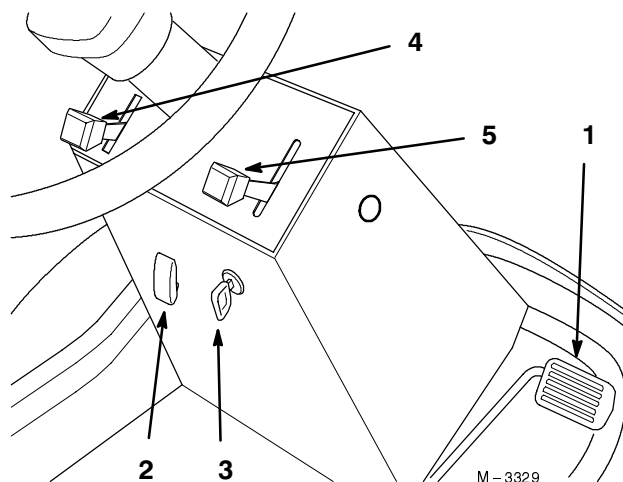

Bild 10
1. Reduzieren Sie, um die Bewegung zum Stillstand zu bringen, den Druck auf das Fahrpedal (Bild 10).
2. Heben Sie zum Einkuppeln der Zapfwelle die Abdeckung hoch und stellen den ZWA-Schalter auf "EIN" (Bild 10).
1. Das Schließen der Hubabdeckung stellt den ZWA-Schalter auf "AUS" (Bild 10).
1. Stellen Sie zum Vorwärtsfahren Ihren Fuß auf das Fahrpedal (Bild 10).
3. Drücken Sie den oberen Teil des Pedals langsam ganz nach unten, um vorwärts zu fahren (Bild 10).
1. Stellen Sie zum Rückwärtsfahren Ihren Fuß auf das Fahrpedal (Bild 10).
3. Drücken Sie den unteren Teil des Pedals langsam ganz nach unten, um rückwärts zu fahren (Bild 10).